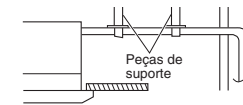

Fig. 3-29
- Não aplique força à tubagem no lado da unidade quando ligar o tubo de drenagem. O tubo não deve ficar suspenso sem um suporte desde sua ligação à unidade. Aperte o tubo numa parede, armação ou outro suporte o mais próximo possível da unidade. (Fig. 3-29)